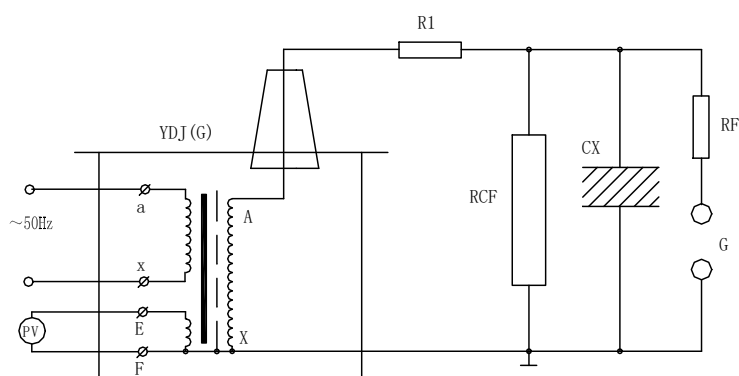

图 6：被试品工频耐压试验接线图
1、 YDJ 被试品的工频耐压试验使用接线原理图见图 6。
在工频耐压试验中，低压侧测量电压（仪表电压）不是非常准确的，其原因是由于工频交流耐压试验成套装置存在着漏抗，在这上个漏抗上必然存在着压降或容升，使试品上的电压低于或高于低压侧测量电压表上反映出来的电压。工频耐压试验时，被试品上的电压高于工频交流耐压试验成套装置的输出电压，也就是所谓容升现象。感应耐压试验时，工频交流耐压试验成套装置的漏抗必须存在着压降。为了准确测量被试品上所施加的电压，因此常在高压侧接入 RCF 阻容分压器来测量电压（见图 6）。